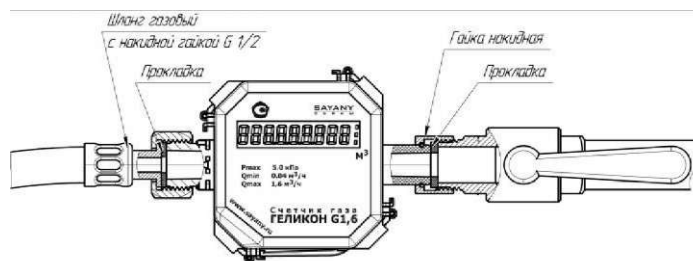

Рисунок 3
- 6.5 Соединение счетчика с шаровым краном (или газопроводом), а также - со шлангом газовым производить через уплотнительные прокладки (см. Рисунок 3).